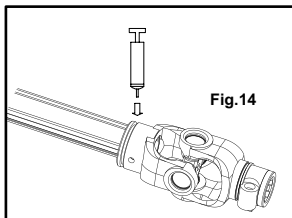

Fig.14
- 2) Engrasar la sede de alojamiento de la abrazadera en la tenaza interna del árbol de transmisión (Fig.14).
- 2) Lubrifique com massa a sede de alojamento da virola na garra interna do eixo de transmissão (Fig. 14).
- 2) Vet de plaats in waar de ring op de interne klem van de aandrijf-as komt te zitten (Fig. 14).
- 2) Smør sædet til anbringelse af ringmøtrikken på kardanakslens indvendige bakke (fig. 14).
- 2) Smörj sätet på kraftöverföringsaxelns inre gaffel där kopplingsmuttern ska placeras (fig. 14).